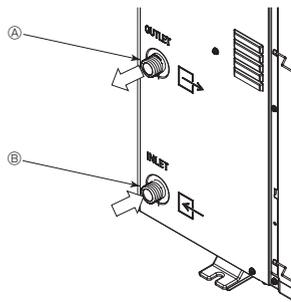

Fig. 6-1
6.1. Priključak za vodovodne cijevi (Fig. 6-1)
- Položaj dovodnih i odvodnih cijevi prikazan je na Fig. 6-1.
[Fig. 6-1]